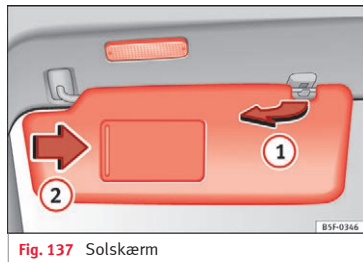

Fig. 137 Solskærm
- Mulighed for at trække solskærmen ud af holderen og dreje den i retning mod døren » Fig. 137 ①